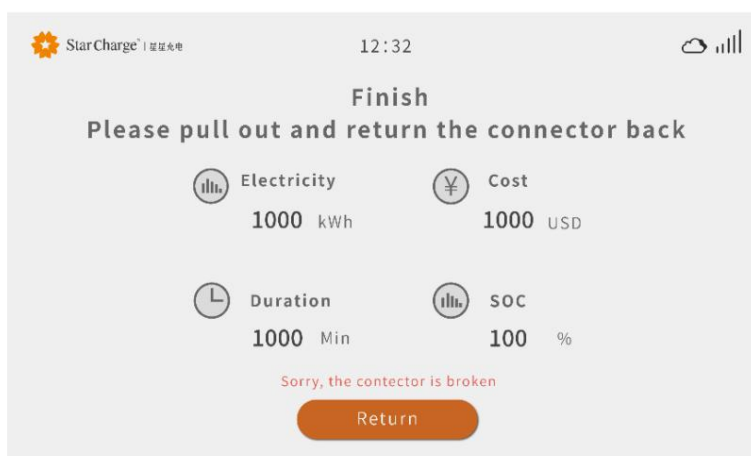

Abbildung 3-9 Anormale Ladeschnittstelle
**Schritt 10** Der Ladevorgang wird aufgrund von Anomalien am Ladegerät oder Fahrzeug unterbrochen. Das System zeigt die an folgende Abbildung 3-9. Bitte wenden Sie sich zur Reparatur an den technischen Kundendienst.